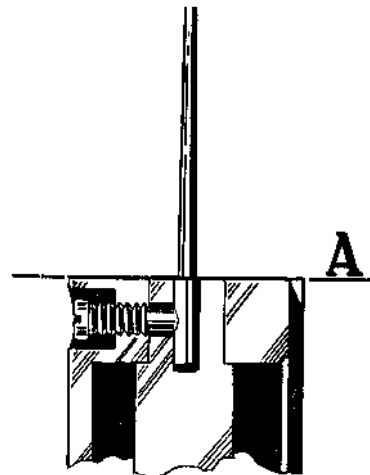

Bild F4 Bränslenålens läge i vakuumpolv
2. Då ny bränslenål monteras skall nål med samma bokstavsbezeichnung monteras. Bränslenålen skall monteras så att övergången mellan koniska nålen och cylindriska delen ligger i plan med vakuumpolvens undersida. Se A Bild F4.